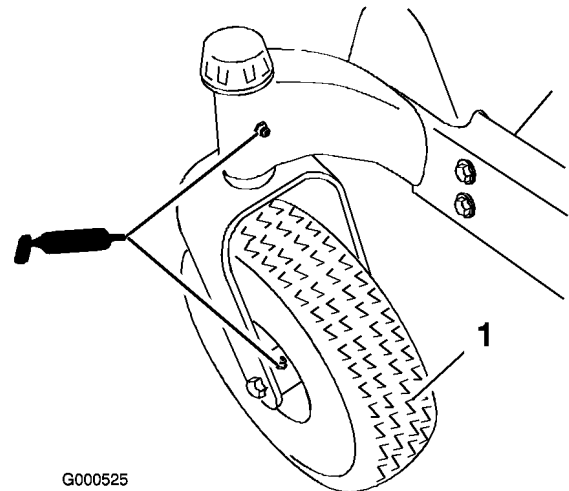
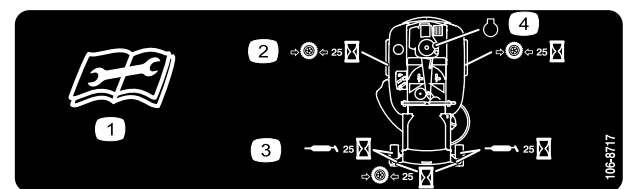

Bild 19
Bild 20
Fetten Sie die vorderen Laufradgelenke und -räder ein (Bild 19).
3. Reinigen Sie die Schmiernippel (Bild 19 und Bild 20) mit einem Lappen. Kratzen Sie bei Bedarf Farbe vorne von den Nippeln ab.
4. Setzen Sie die Fettresse nacheinander an allen Nippeln an (Bild 19 und Bild 20). Fetten Sie die Nippel, bis das Fett beginnt, aus den Lagern auszutreten.